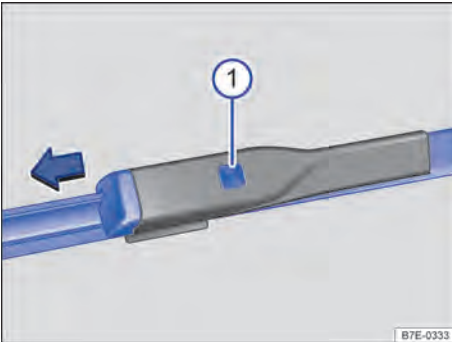

Abb. 177 An der Frontscheibe: Scheibenwischerblätter der Frontscheibe wechseln.
① Entriegelungstaste.
3. Entriegelungstaste gedrückt halten und gleichzeitig das Scheibenwischerblatt in Pfeilrichtung abziehen → Abb. 177 ①.